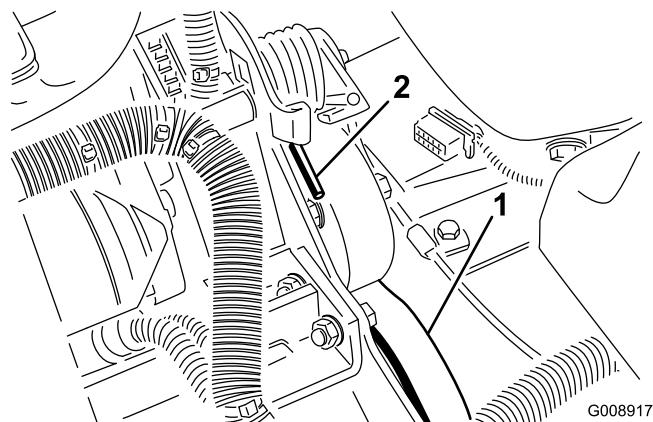

Bild 56
2. Drücken Sie das Ende der Feder (Bild 56) ab- und vorwärts, um die Feder aus dem Bügel auszuhakten und die Feder zu entspannen.